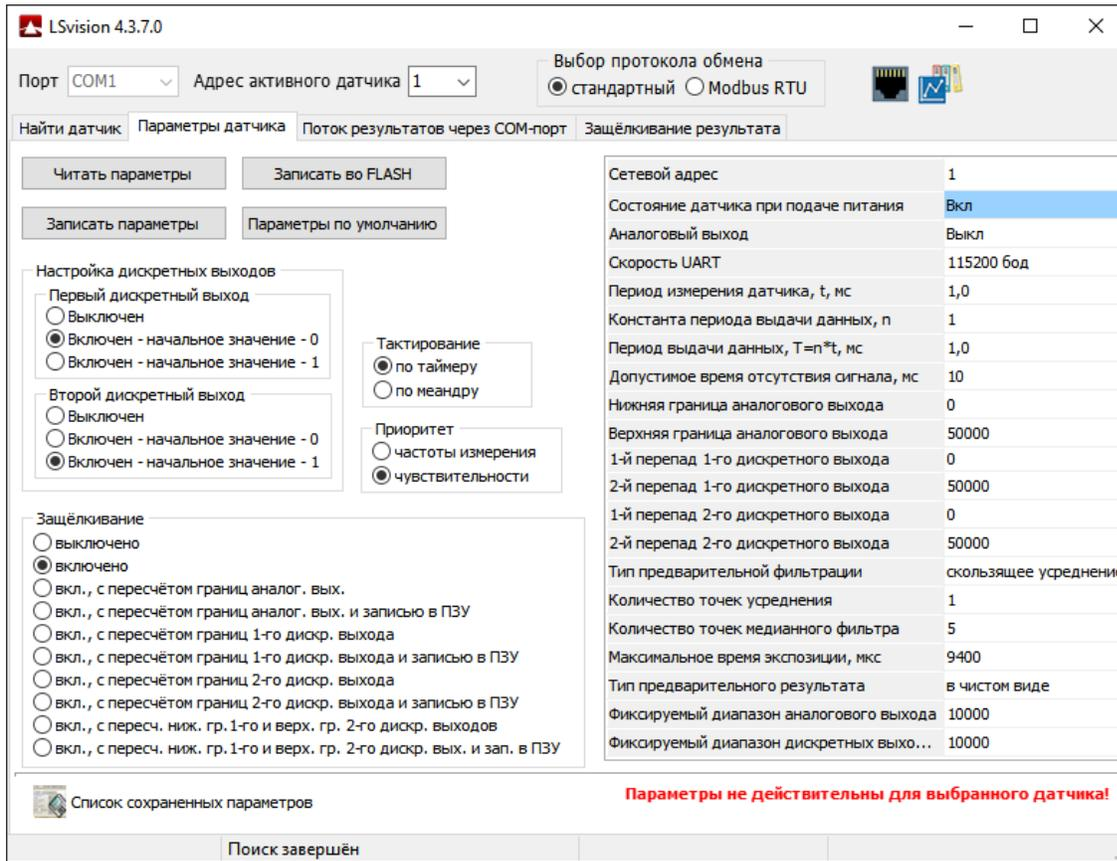

Рисунок 5.2 – Вид вкладки «**Параметры датчика**» при недействительных параметрах
**Замечание:** Нажатие на кнопку «**Записать параметры**» позволяет изменить значения параметров только в оперативной памяти датчика, т. е. значения новых параметров будут действительны только до выключения питания датчика. При следующем включении параметры примут своё старое значение. Кроме того, при смене адреса активного датчика или при новом поиске, на вкладке «**Параметры датчика**» появляется надпись «**Параметры не действительны для выбранного датчика!**» (см. рис. 5.2).